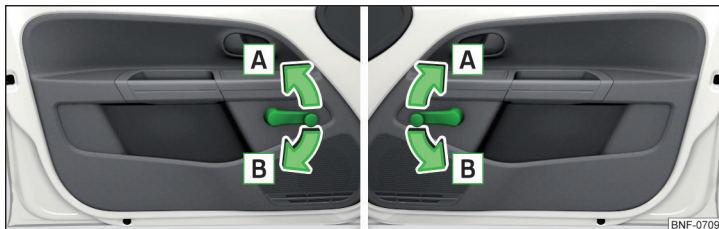

Fig. 35 Operarea geamului: stânga/dreapta
- Pentru **deschidere**, rotiți macaraua în sensul săgeții **A** » fig. 35.